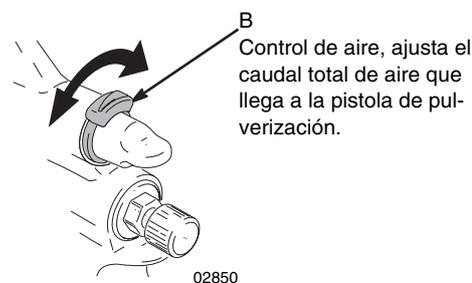

FIG. 5
- 5 La válvula de control de aire (B) situada al extremo de la pistola controla el aire de atomización y la presión en el recipiente de la pistola de pulverización. Ajuste la válvula de control de aire según sea necesario. Fig. 5.